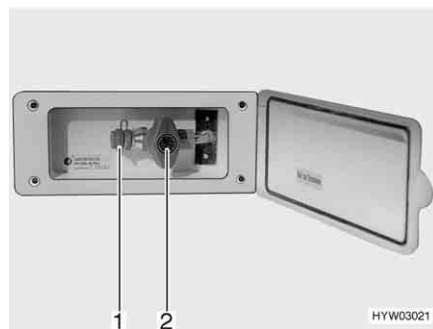

Fig. 149 Presa gas esterna, rubinetto di arresto del gas chiuso
La presa gas esterna (Fig. 149) si trova, a seconda del modello, nella parte posteriore o sul lato destro o sinistro del veicolo.
- Collegare l'apparecchio a gas esterno all'attacco (Fig. 149,1).
- Aprire il rubinetto di arresto del gas (Fig. 149,2).